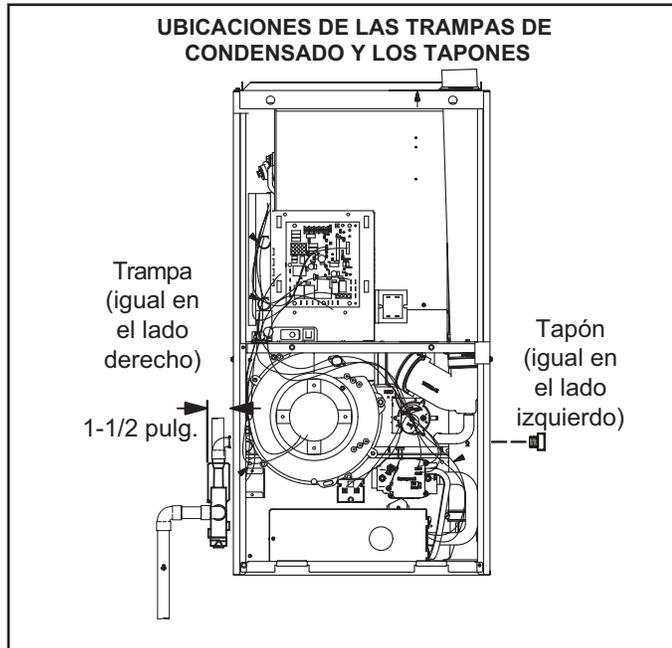
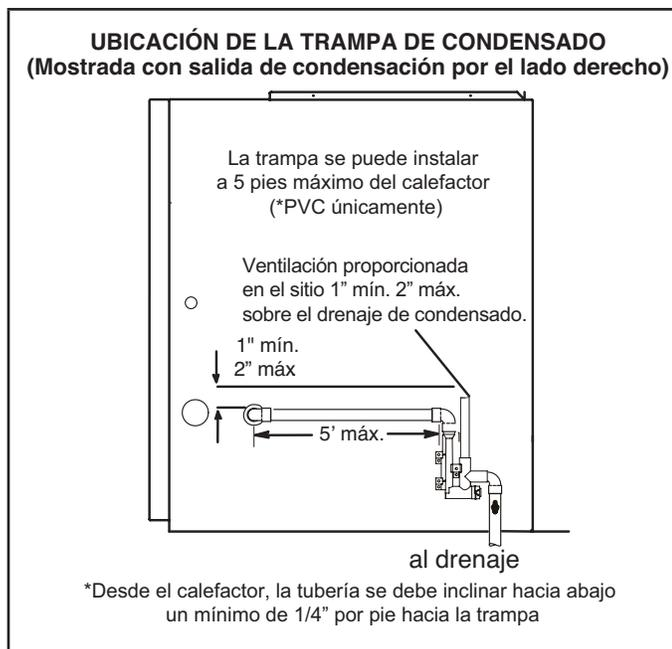

FIGURA 42
FIGURA 43
Esta unidad está diseñada para salida de la tubería de condensado a la derecha o a la izquierda. Consultar la FIGURA 42 y la FIGURA 43 para las ubicaciones de las trampas de condensado.
- 2 - Use un destornillador grande de punta plana o una extensión de la boquilla de accionamiento de 1/2" y retire el tapón (FIGURA 42) de la caja del cabezal del extremo frío en la ubicación apropiada en el costado de la unidad. Instale el accesorio del codo macho hembra de 3/4 NPT en la caja del cabezal del extremo frío. Use cinta de Teflón o un recubrimiento para tuberías apropiado.